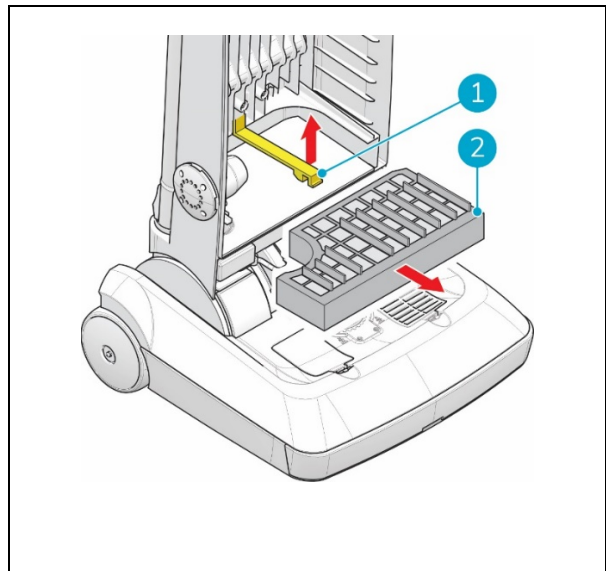

Abbildung 22
2. Öffnen Sie die gelbe Klammer (Abbildung 22, Pos. 1).
3. Entnehmen Sie den alten Kassettenfilter (Abbildung 22, Pos. 2).